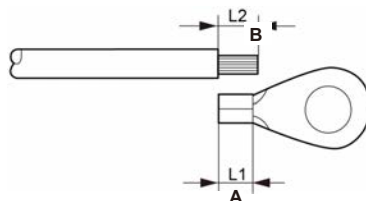

Figura 3.9 Terminal externo do condutor de aterramento
3. Desencape o isolamento do fio terra em um comprimento adequado (consulte a Figura 3.9).